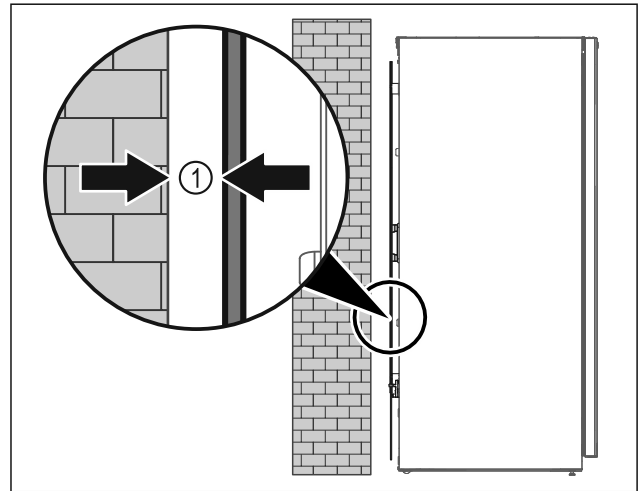

Fig. 45
- ▶ Установите устройство или свободно в помещении или прямо к стене на расстоянии 5 мм Fig. 45 (1).